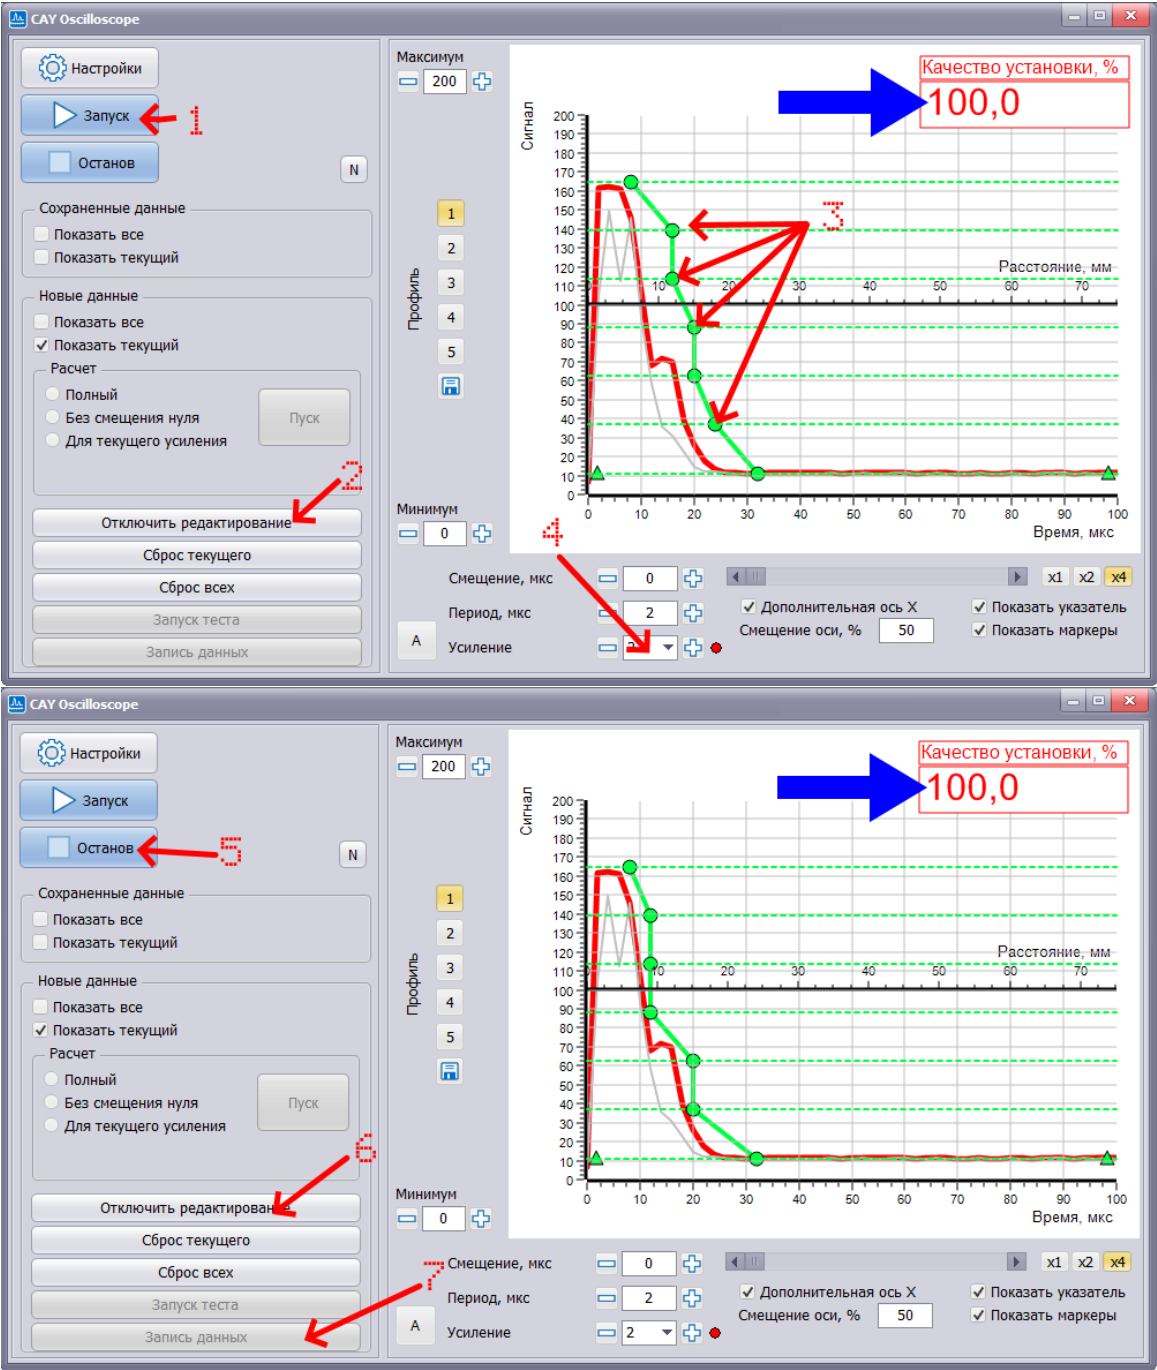

Рис. A1.5. Отстройка от шума и помех, возникающих в момент излучения
3.13. Блок 14 (Рис. A1.1.). Вызов интерфейса отстройки от шума и помех, возникающих в момент излучения – приведено на (Рис. A1.5.)
5. Отстройка от шума и помех возникающих в момент излучения - см. (Рис. A1.5.)
- 5.3. Нажимаем кнопку Запуск (блок 1) (Рис. A1.5.)
- 5.4. Нажимаем кнопку Включить редактирование (блок 2) (Рис. A1.5.)
- 5.5. Устанавливаем галочку новые данные/показать текущий. (Рис. A1.5.)
- 5.6. Выбираем усиление (блок 4) (Рис. A1.5.)
- 5.7. С помощью левой кнопки мыши* двигаем маркеры огибающей по одному (блок 3) (Рис. A1.5.), таким образом, чтобы линия огибающей находилась максимально близко к графику осциллограммы, но при этом не пересекалась с ним, в том числе с выбросами**
- 5.9. Нажимаем кнопку Остановить (блок 5) (Рис. A1.5.)
- 5.10. Нажимаем кнопку отключить редактирование (блок 6) (Рис. A1.5.)
5.11. Нажимаем кнопку запись данных (блок 7) (Рис. A1.5.)